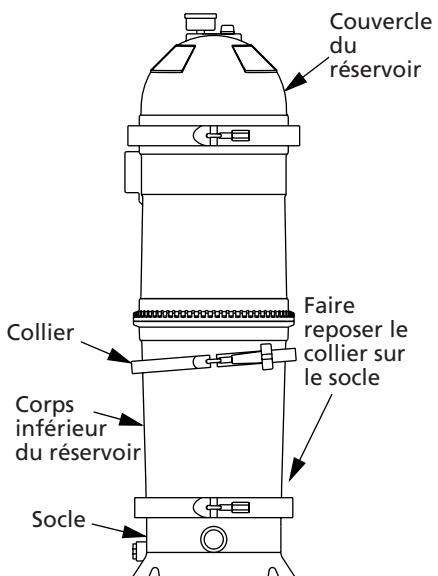

Figure 5A – 4RK12
6. Déposer la fixation du collier comme il est indiqué aux Figures 5A et 5B.
7. Desserrer le collier indiqué (voir la Figure 5). Déposer le collier en le levant droit au-dessus du réservoir ou en le laissant tomber sur le socle du filtre (voir les Figures 5A, 5B, 6 et 7 ci-dessous).